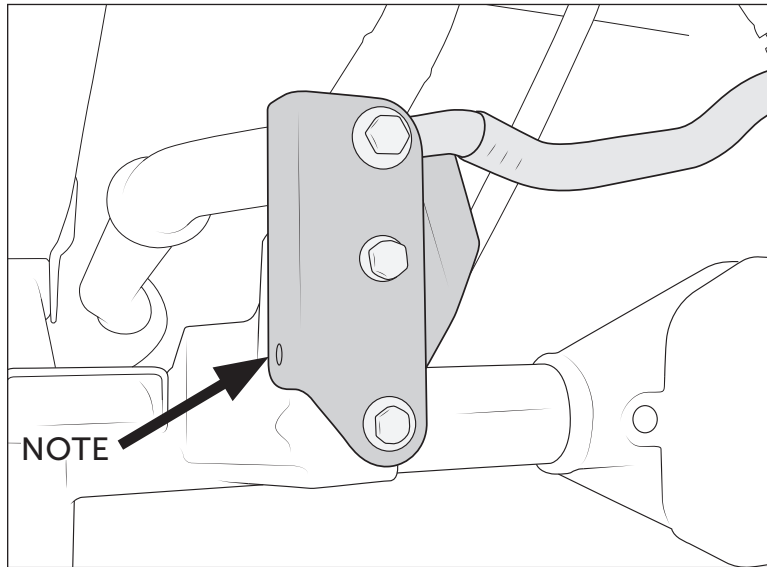

Abb. 7
E. Bringe den Panhardstab mit den mitgelieferten M14 Teilen wieder am oberen Loch an (Abb. 7)
HINWEIS: Auf der Außenseite des Panhardstabbockes befindet sich ein zusätzliches Loch. Tests haben gezeigt, dass dies nicht erforderlich ist. Auf Wunsch kannst du jedoch die werkseitige Halterung durchbohren und hier eine zusätzliche Schraube hinzufügen, dies ist nicht im Lieferumfang enthalten. (Abb. 7)
- A. Die hintere Federscheibe am Federsitz der Beifahrerseite anbringen (Abb. 7). Der JL hat mehr Gewicht auf der rechten Seite des Fahrzeuges als auf der linken Seite. Die Beilagscheibe sitzt oben auf dem achsseitigen Isolator.